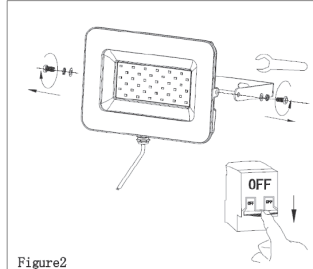

Figure2
2. Fjern skruene som fester monteringsbraketten og fjern braketten (fig. 2).